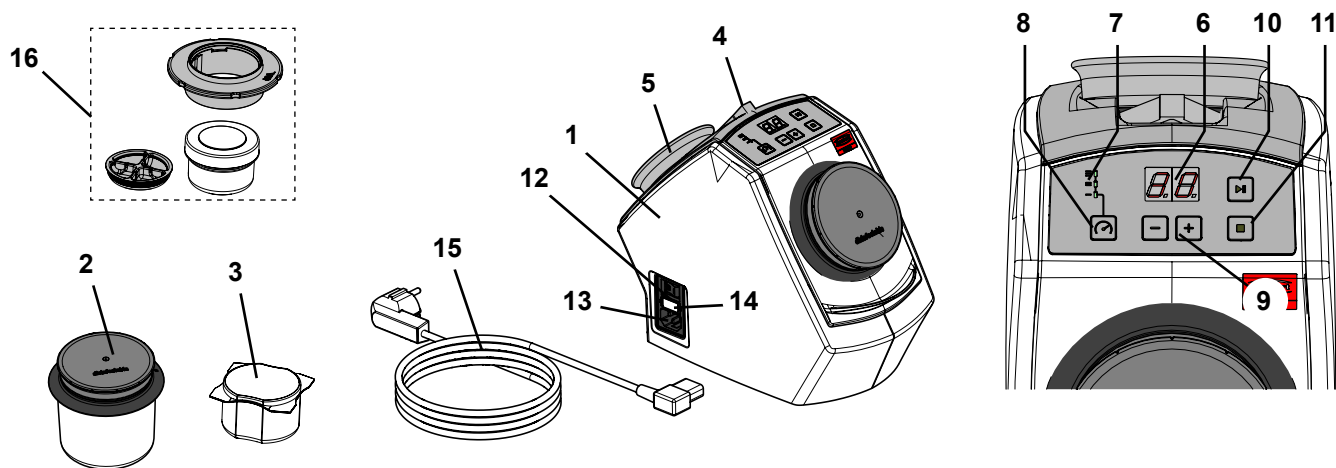

Fig. 1
- ▶ Holdemagneten (Fig. 1, pos. 5) indeholder bly.
- ⇒ Placér den vedlagte pincet og holdemagneten i holderne på apparatets bagside (Fig. 1).
- ⇒ Vælg netkablet (15, Fig. 1) netstikket, der passer i dit land.
- ⇒ Sæt netkablet i nettilslutningen (13, Fig. 1).
- ⇒ Tænd apparatet på hovedafbryderen (12, Fig. 1).
- ⇒ Fyld rengøringsbægeret (2, Fig. 1) med 75 g rengøringsnåle (svarer til en emballagenhed).
- ⇒ Fyld SYMPRO mini-bægeret (tilbehør) 16, Fig. 1 med ~ 5 g rengøringsnåle.